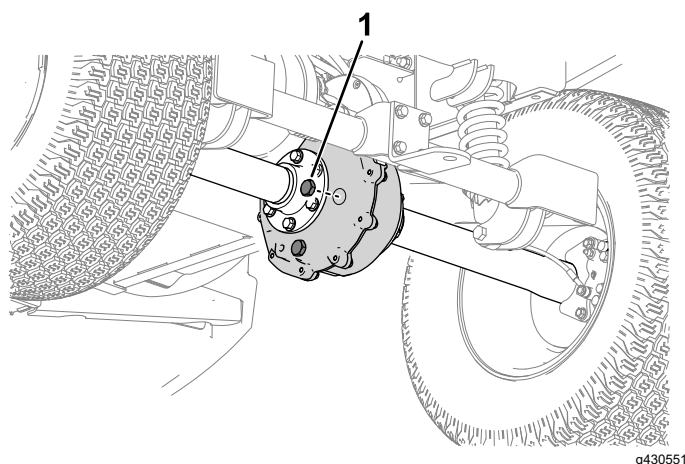

Bild 46
1. Entfernen Sie die Füllschraube am Getriebe (Bild 46).
2. Wenn der Ölstand niedrig ist, nehmen Sie die Füllschraube ab und füllen Sie die angegebene Ölsorte wie unter [Wechseln des Getriebeöls (Seite 41) angegeben] ein, bis das Öl aus dem Loch ausläuft (Bild 46).